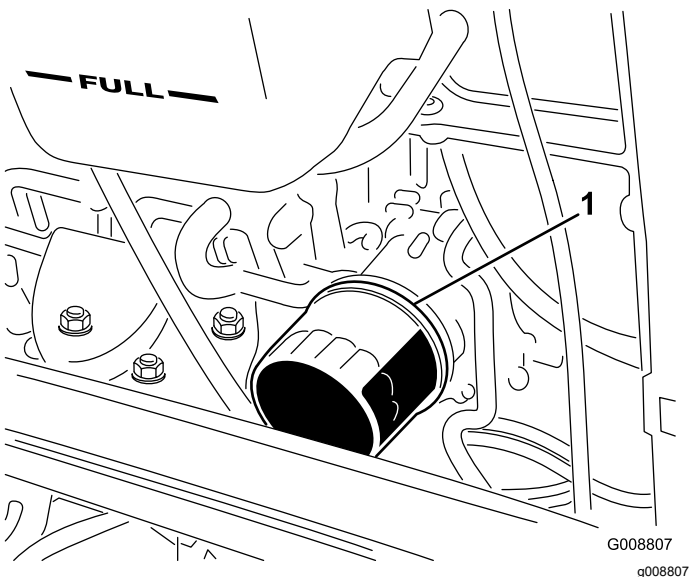

Figura 78
4. Togliete il filtro dell'olio (Figura 78).